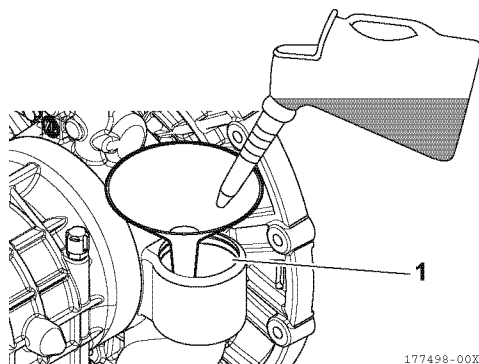

Figura 18
9. Llene con aceite lubricante a través del asiento del cartucho del filtro de aceite (1, **Figura 18**) como se especifica en *Tabla de aceites lubricantes en la página 20*.